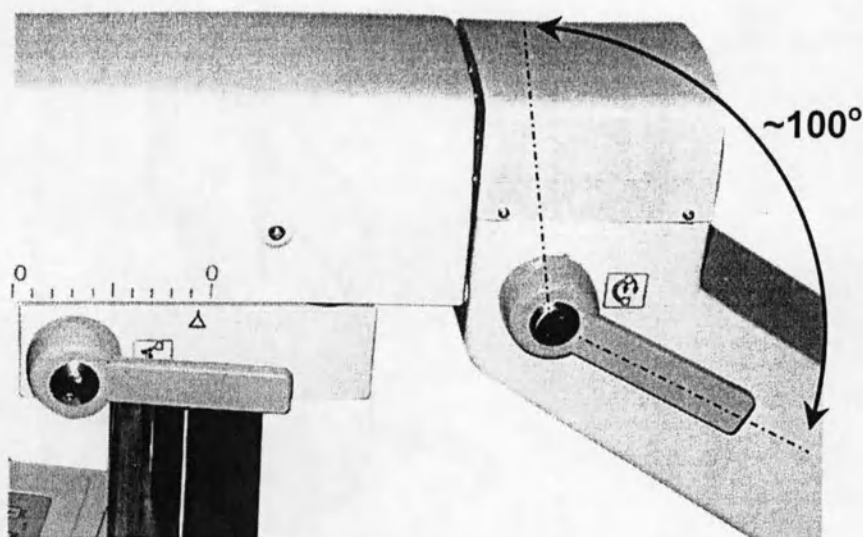

Рис. 2.9. Ручка управления поворотом вокруг горизонтальной оси.
Ручка управления поворотом вокруг горизонтальной оси показана на рис.2.9.
При повороте ручки в крайнее (до упора) положение (как показано на рис.2.9), фиксируется поворот штатива вокруг горизонтальной оси. Для изменения местоположения штатива (вокруг горизонтальной оси) необходимо :
- **Поверните ручку** вверх до упора (рис.2.9, поз.1).
**РЕКОМЕНДАЦИЯ!** Соблюдайте пределы перемещения штатива (см. Глава 1, п.1.5) и угол поворота ручки (рис.2.9).